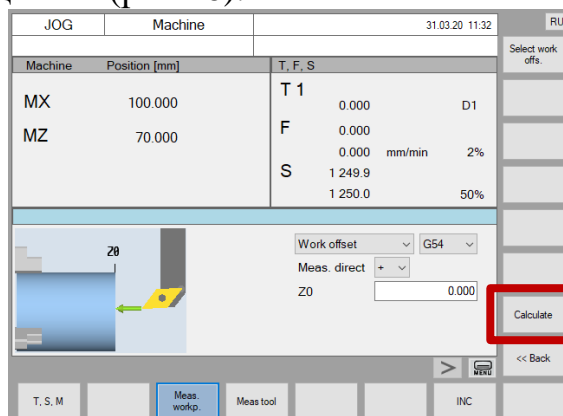

Рис.46. Кнопка «Calculate»
6. Нажать «Calculate» в вертикальном ряду кнопок экрана для расчета и установки нуля детали (рис.46).